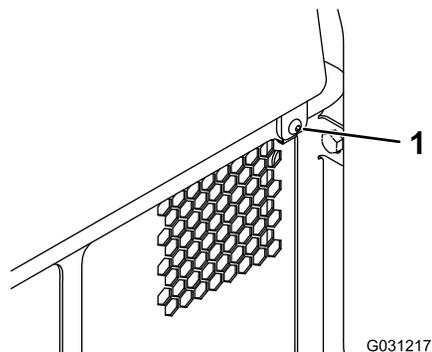

**Рисунок 33**
1. Приподнимите лапку, которая крепит опорную штангу (Рисунок 33)